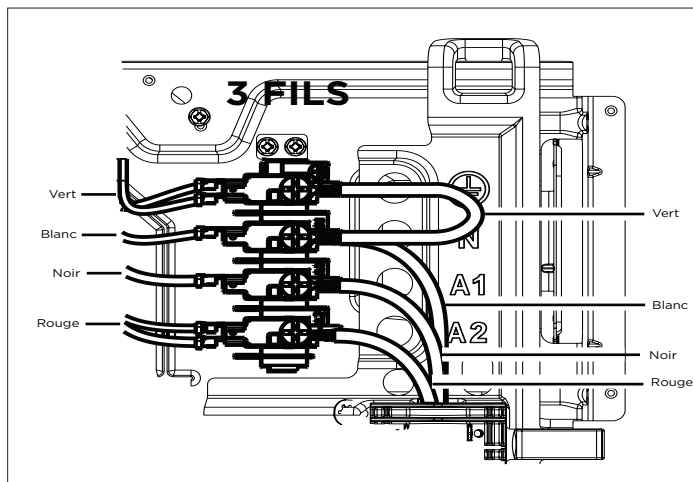

Figure 9: Raccordement du cordon d'alimentation à 3 fils
5. Procédez aux deux raccords restants selon le code couleur illustré en figure 9. Assurez-vous que les couleurs des fils sont assorties une fois tous les raccords effectués.
8. Assurez-vous que les couleurs des fils correspondent après les raccordements, conformément à la figure 9.